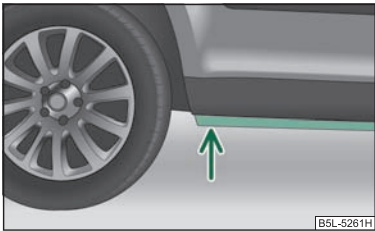

Fig. 162 Vadear
- Determinar la profundidad del agua antes de un vadeo. El agua puede alcanzar, como máximo, hasta el alma del larguero inferior del vehículo ⇒ fig. 162.